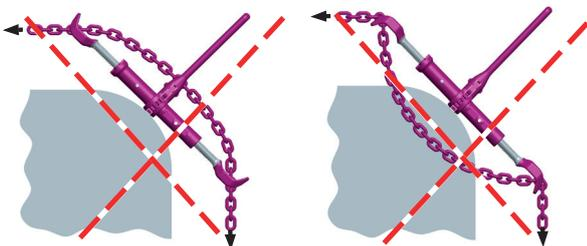

Bild 19: Verbotene Biegebelastung am Beispiel von Ratschenspannern ICE-CURT-SL
- ICE-CURT dürfen nur auf Zug beansprucht werden. Biegebelastungen sind verboten (siehe Bild 19).